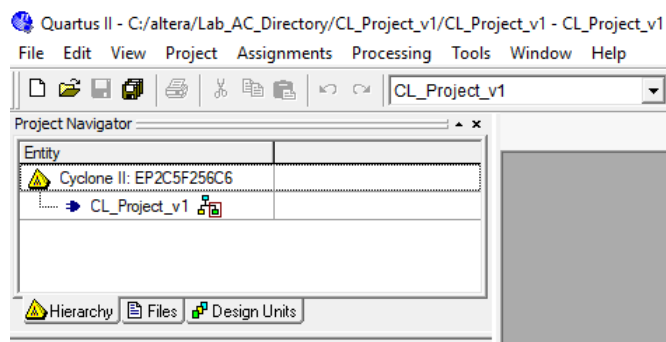

Рис. 1.10. Навігаційна панель після створення нового проекту
**2.9.** Після закінчення роботи з майстром **New Project Wizard** в основному вікні програми **Project Navigator** на вкладці **Hierarchy** з'явиться імена використовуваного сімейства ПЛС і назва головного файлу проекту. Одночасно у верхній частині головного вікна програми з'являться шлях до проекту, назва проекту і файлу проекту (рис. 1.10)